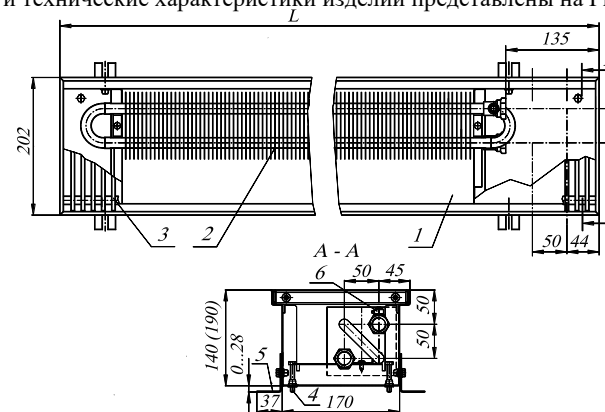

Рис. 1 Конвектор КРК 20.14(19).060...310 - П
4.1. Конвектор состоит из следующих основных элементов (см. рис.1):